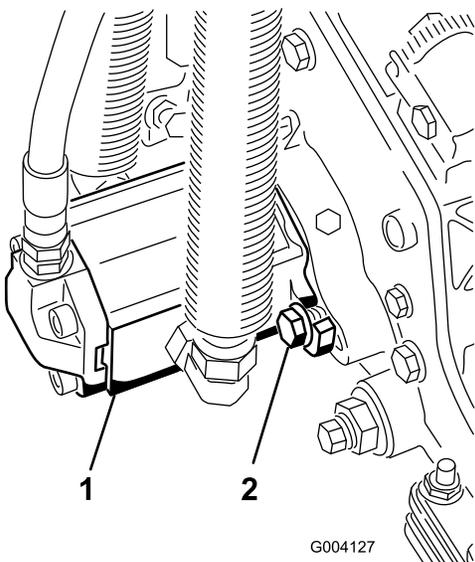

Figura 13
15. Instale el motor girándolo en el sentido de las agujas del reloj de modo que las bridas del motor no choquen con los pernos (Figura 13). Gire el motor en el sentido contrario a las agujas del reloj hasta que las bridas rodeen los pernos, luego apriete los pernos.